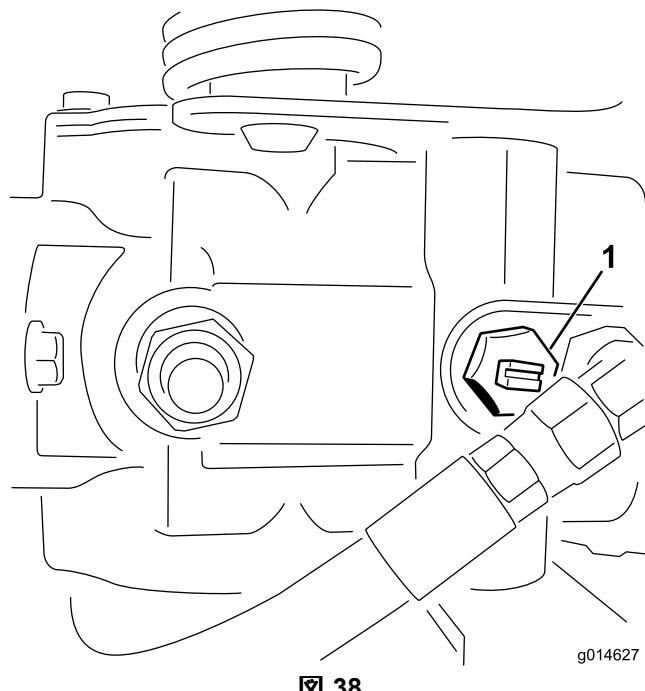

図 38
1. 油圧ポンプについているバイパス・バルブ図38の溝が「縦」になるようにバルブを回転させる。
2. エンジンを始動する時には、必ずバイパスバルブ図38を閉じる溝が横向きになる。バルブを開けたままでエンジンを掛けないこと。